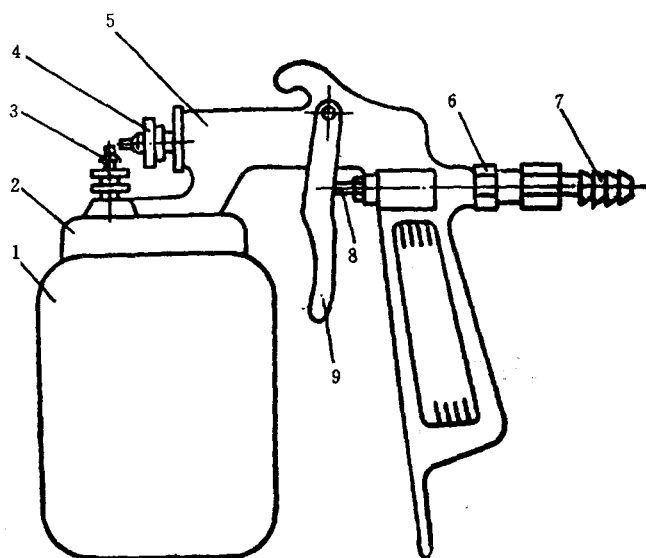
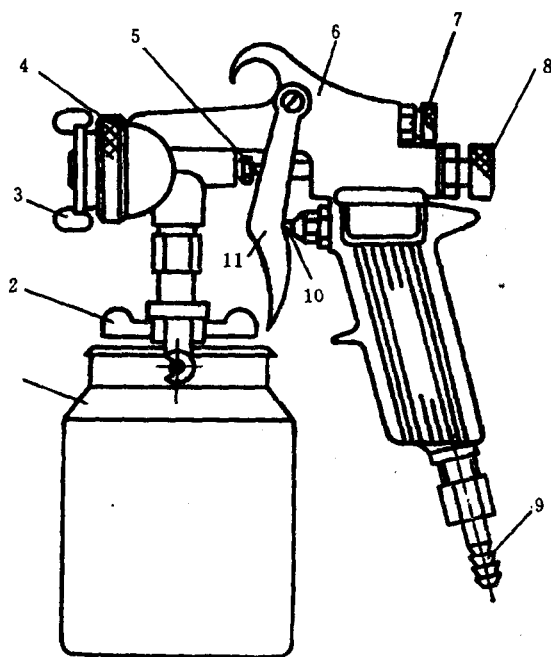

图 1.1-1 PQ-1 型喷枪
图 1.1-2 PQ-2 型喷枪
(1)吸上式喷枪 多用于小批量喷涂或修补的场合。如国产 PQ-1 型,也叫对嘴式,如图 1.1-1 所示;PQ-2 型,也叫扁嘴式,如图 1.1-2 所示。